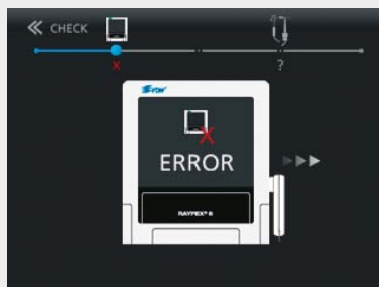

Fig. 31: Mensaje de ERROR de dispositivo
- ERROR (Fig. 31) para indicar algún mal funcionamiento.